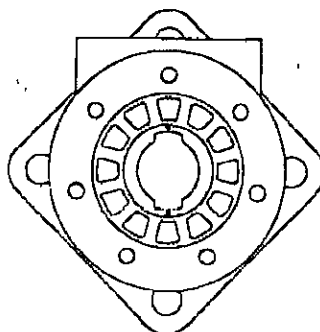

fig. 1
2.01 - Ruotare, aiutandosi ad esempio con pinze da seeger o cacciavite, il distributore rotante (7) sino a posizionare i 2 incavi che contengono le alette del particolare (4) perpendicolari allo zoccolo del corpo che porta i 2 fori di alimentazione. Vedi fig. 1.
2.01 - Using circlip pliers or screwdriver, turn the rotating distributor (7) until the fins of the coupling (4) are at 90° to the port face of the casing (1). See fig. 1.